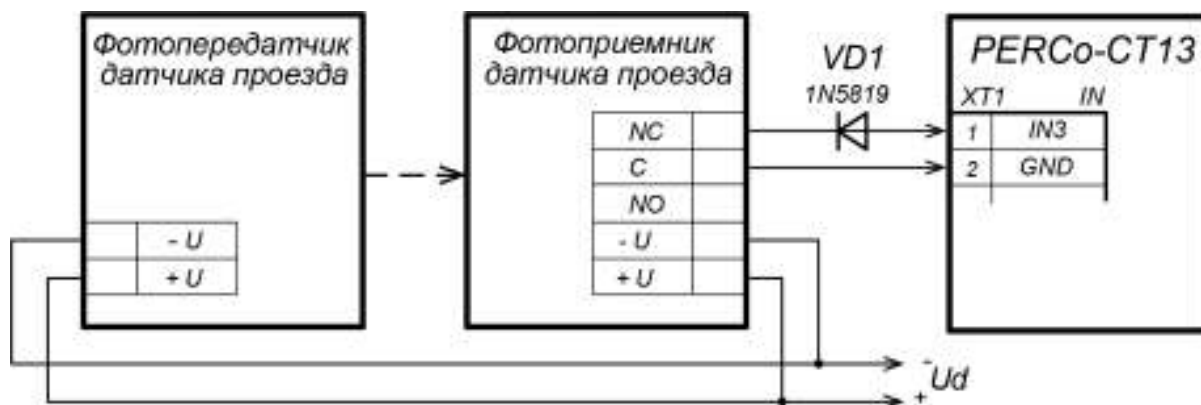

Рисунок 19. Пример схемы подключения датчика проезда
- Датчик проезда подключается к клеммной колодке **XT1** нижней платы контроллера согласно схеме, представленной на рис. 19. Для подключения используйте тип кабеля №4 (см. табл. 5). При подключении нескольких датчиков их выходы включаются последовательно.